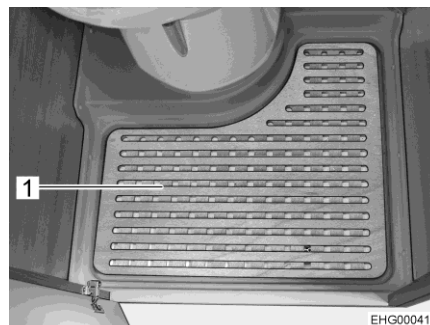

Fig. 68 Piastra del pavimento rimovibile
- Rimuovere la piastra del pavimento (Fig. 68,1) per utilizzare la doccia.